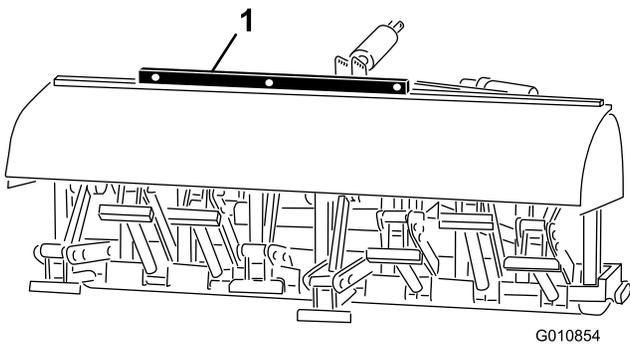

图26
2. 在打孔机机架上放置一个水平仪，检查其横向水平状况（图26）。